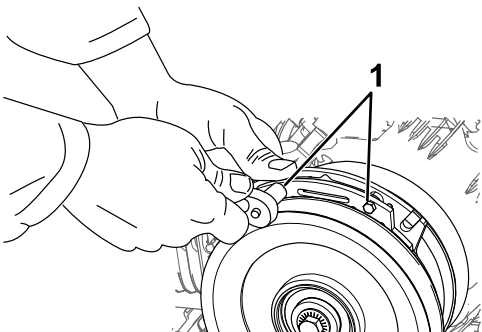

Figura 60
- A. Afloje ambos pernos de montaje del freno entre media y una vuelta, según se muestra en Figura 60.